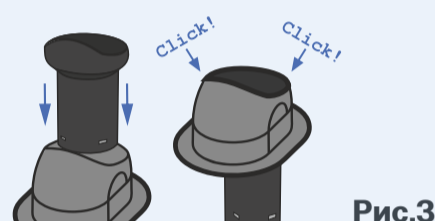

Рис.3
4. Установите выходную трубу в проходной элемент и зафиксируйте до характерных щелчков, по всему диаметру (рис.3).